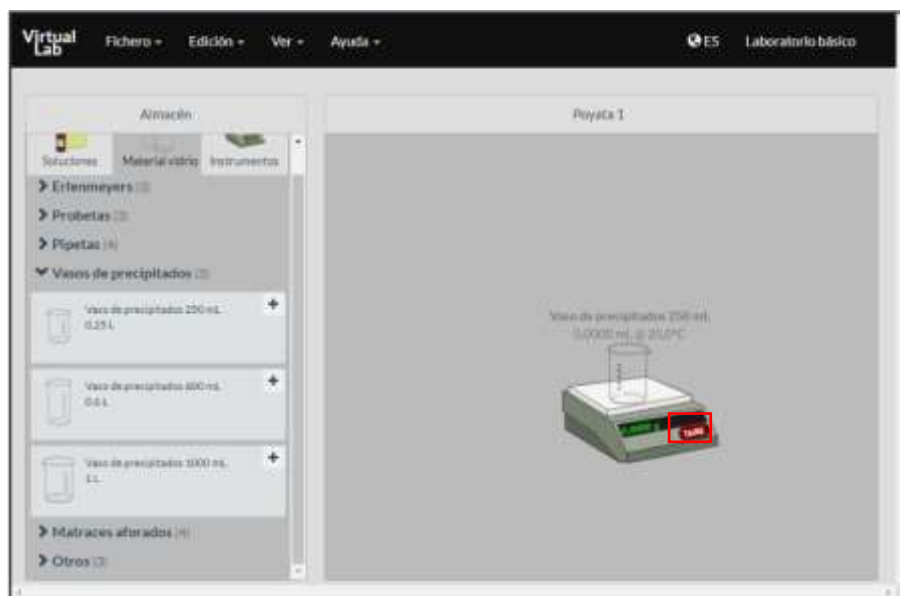

Figura 4. Simulador *Making stock solutions from solids*.
- Presione el botón **Tare** en la balanza para tararla (figura 4).